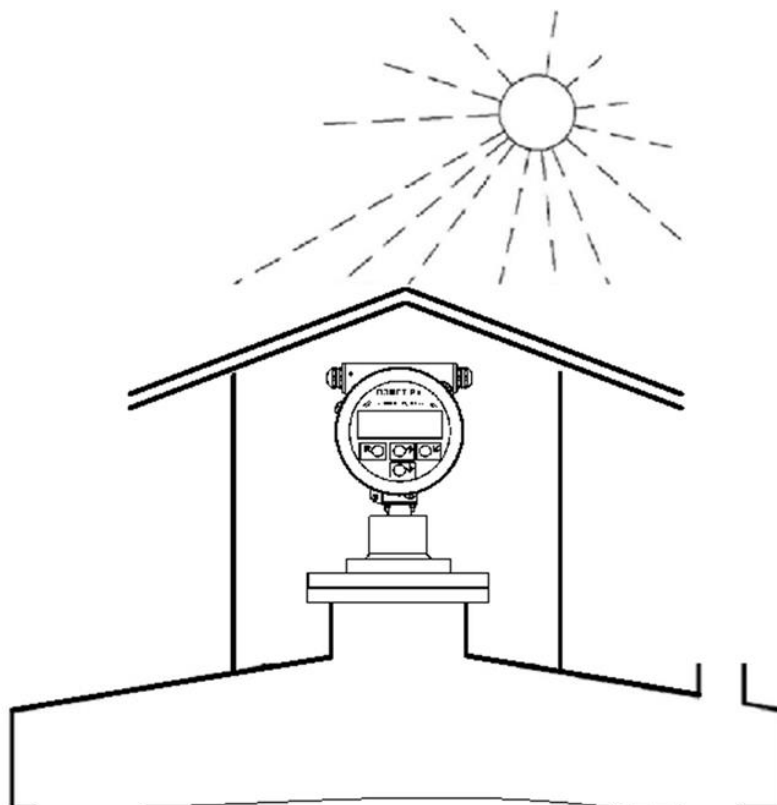

Рис.5. Установка прибора с защитным козырьком.
3.1.3.4. В условиях жаркого климата следует использовать козырек или навес для защиты прибора от прямых солнечных лучей (рис.5).